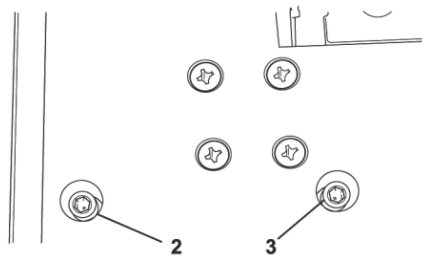

Fig. 10 – Ajuste del ángulo
5. Si fuera necesario ajustar el ángulo, en la base de la máquina existen dos pernos Allen de regulaje. El perno Allen (2) regula el ángulo de 0° y el perno (3) es para el regulaje del ángulo de 45°, fig. 10
- 5 - Si fuera necesario ajustar el ángulo, en la base de la máquina existen dos pernos Allen de regulaje. El perno Allen (2) regula el ángulo de 0° y el perno (3) es para el regulaje del ángulo de 45°, fig. 10.
- 6 - Girando el perno (3) en el sentido contrario de los punteros del reloj, la lámina de sierra se inclinará para la derecha, y girando el perno en el sentido de los punteros del reloj la lámina inclinará para la izquierda;
- 7 - Después de ajustado el ángulo y con la manopla traba (12) apretada, apriete el perno (3).